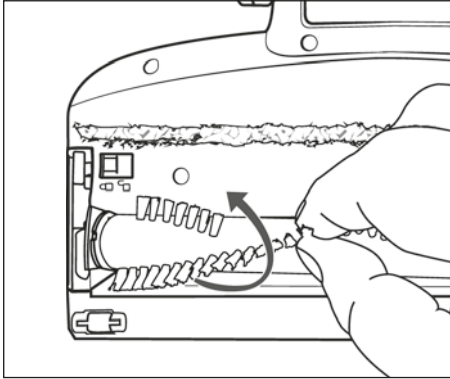

Abb. 25
- 3) Ziehen Sie die Bürstenrolle **21** an den Borsten aus der Bodenbürste **22** heraus. Drehen Sie die Bürstenrolle **21** dabei etwas, um sie leichter entnehmen zu können (siehe Abb. 25).